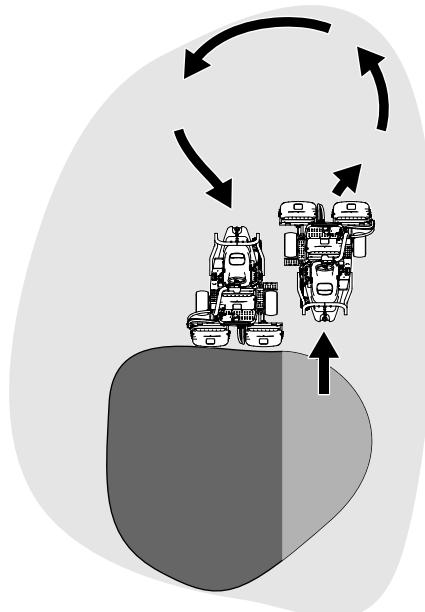

Figura 24
6. Per ridurre i tempi operativi e facilitare l'allineamento per la passata successiva, sterzate momentaneamente la macchina nella direzione opposta, quindi sterzatela nella direzione della porzione non tagliata. Questo movimento delinea una curva a goccia (Figura 24) che allinea rapidamente la macchina per la passata successiva.